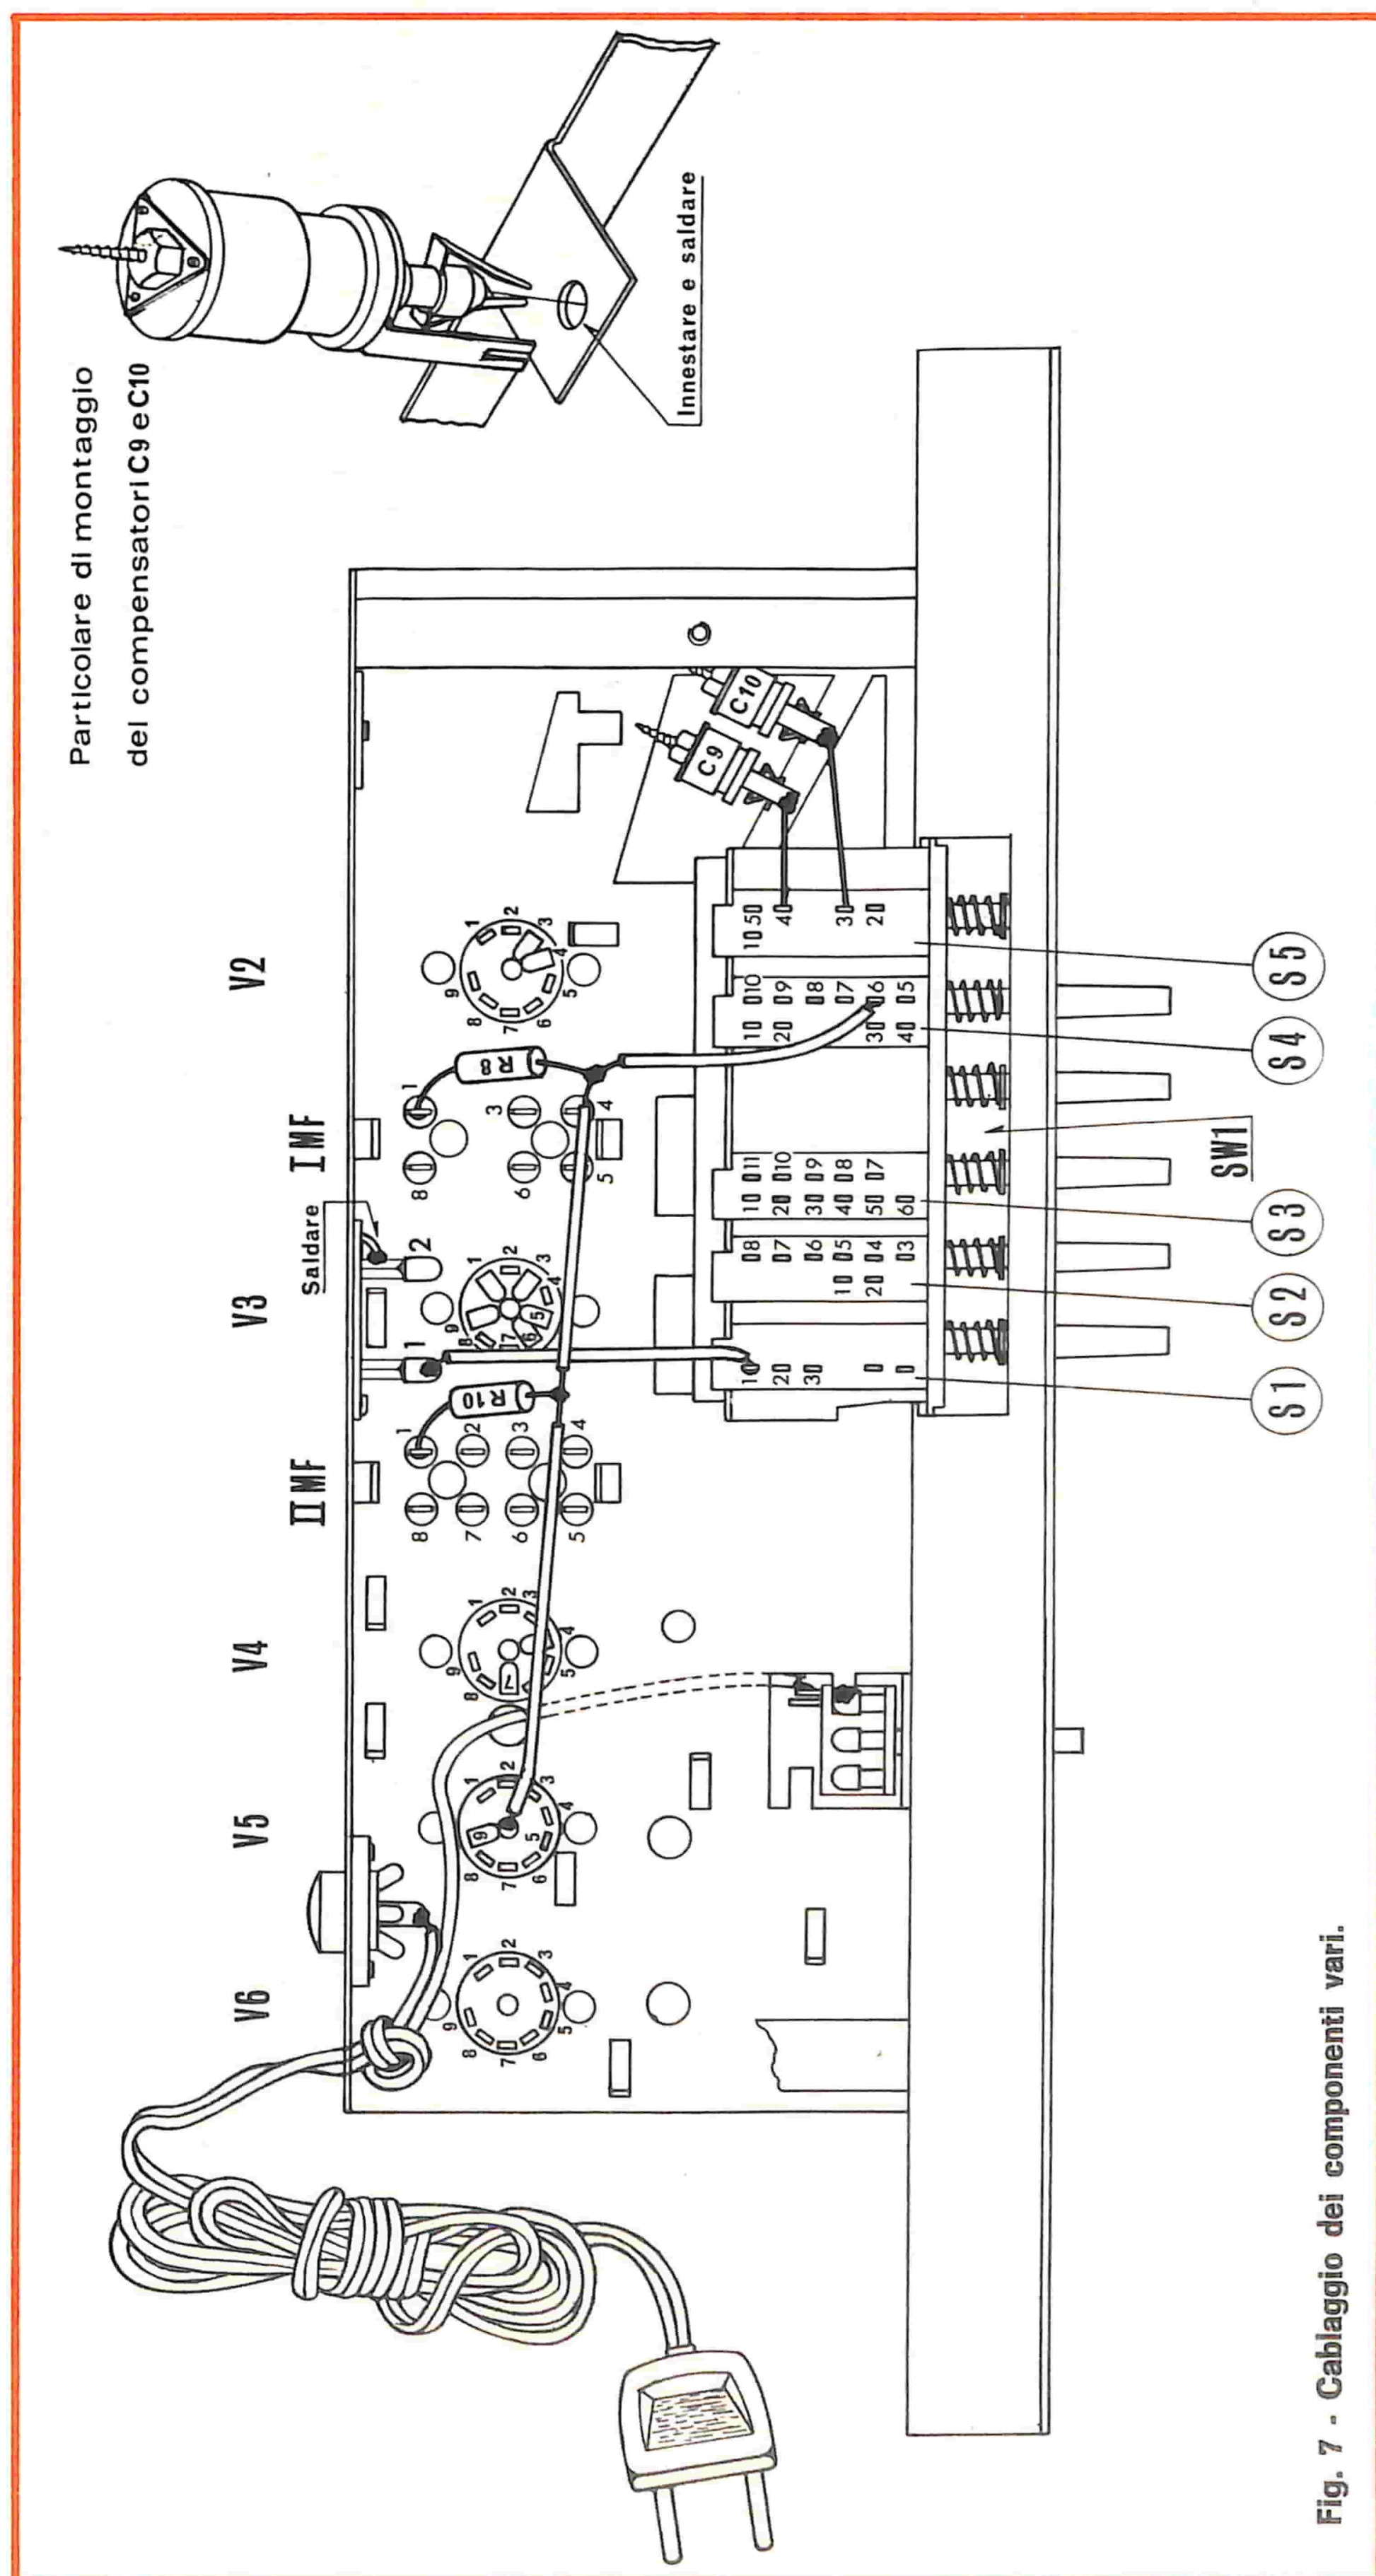

Fig. 7 - Cablaggio dei componenti vari.
V FASE - Montaggio dei componenti vari - fig. 7
- Collegare il contatto centrale dello zoccolo di V5 al terminale 6, settore S4 del commutatore SW1, mediante uno spezzone di filo rigido nudo del $\varnothing$ di 1 mm e della lunghezza di cm 22 dopo averlo sagomato e isolato con del tubetto come è indicato in fig. 7.